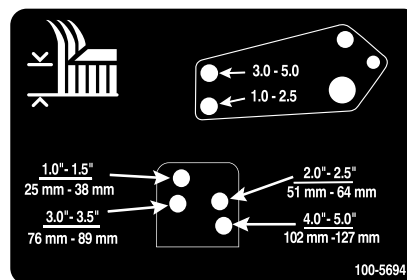

Figure 29
10. Alignez les trous de la bielle d'amortisseur et ceux du support de hauteur de coupe sélectionnés dans le cadre du plateau de coupe, puis insérez les axes de chape et posez les goupilles fendues (Figure 29).